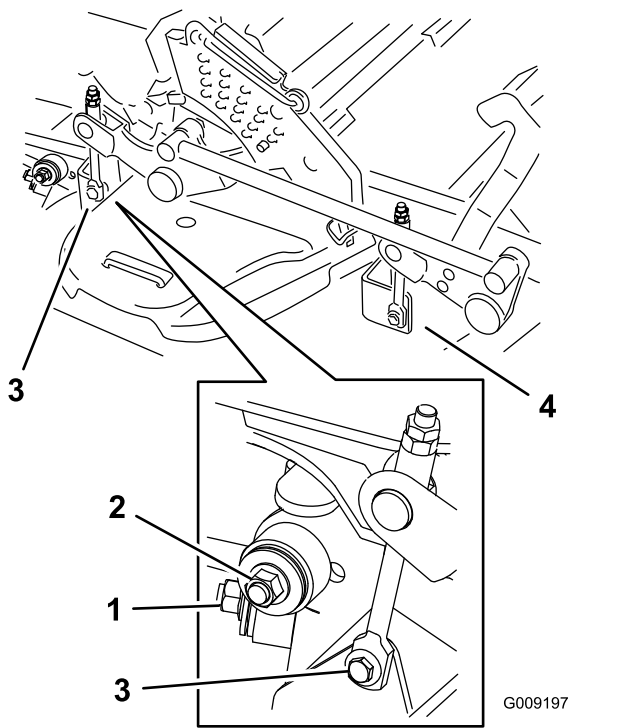

Figura 108
7. Rimuovete e conservate la bulloneria su ambo i lati del piatto di taglio (Figura 108).